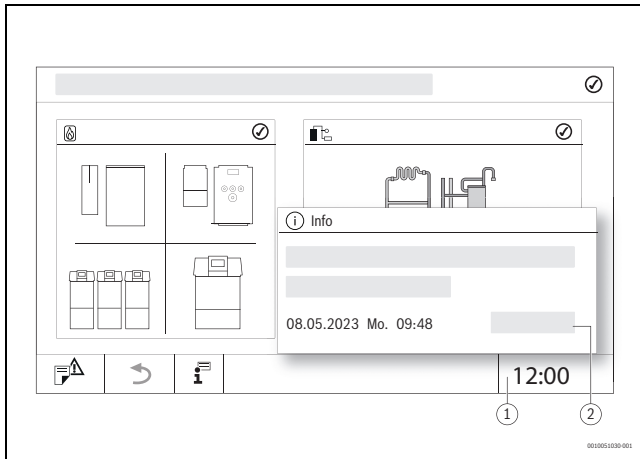

Bild 14 Systemzeit umstellen
- ▶ Uhrzeit (→ Bild 14, [1]) antippen.
- ▶ **Speichern** (→ Bild 14, [2]) antippen.